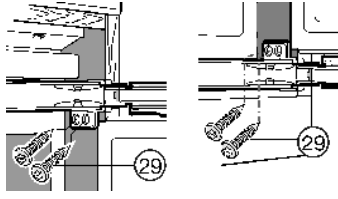

Fig. 17
- ▶ Закрепите устройство в нише: в обе двери вкрутите длинные винты для древесностружечной плиты *Fig. 17 (29)* соответственно вверх и вниз через серги шарнира.